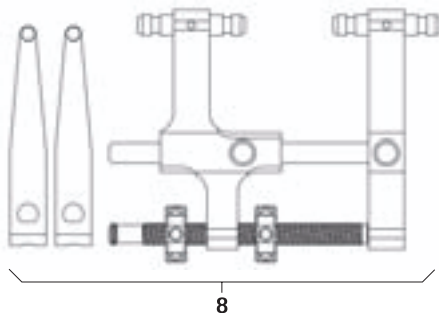

Fig. 14
- Montera distraktor **8** med distraktionsblad, se Fig. 14: